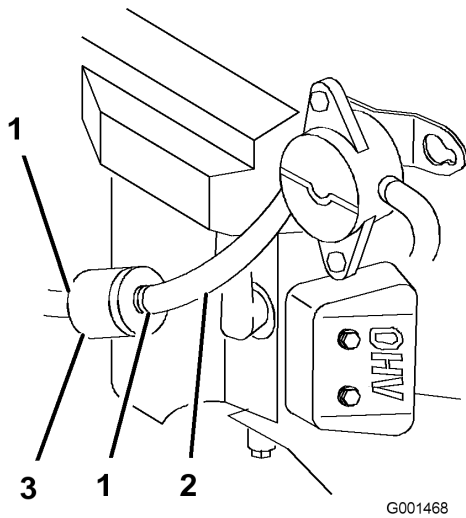

Figure 30
4. Pincez les extrémités des colliers et faites glisser ceux-ci pour les éloigner du filtre (Figure 30).